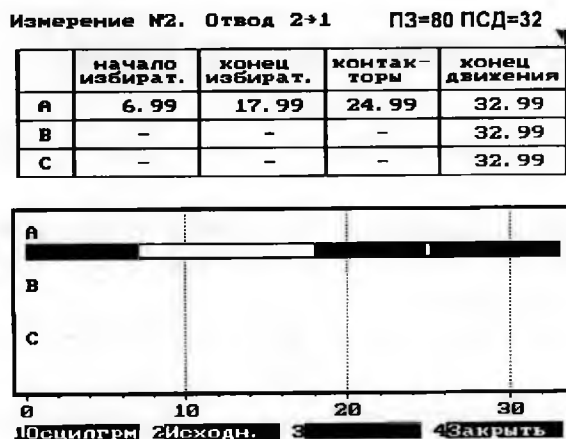

Рис. 11.24
11.6.3. Если во время проведения замера имели место видимые сбои, то замер не сохранять, а повторить заново. Для этого выбрать Нет и прибор перейдет в режим ОЖИДАНИЕ ПУСКА. Если видимых сбоев во время проведения замера не произошло, то замер нужно сохранить. Для этого выбрать Да и текущий замер будет сохранен, а на дисплей будет выведена круговая диаграмма (рис.11.24).